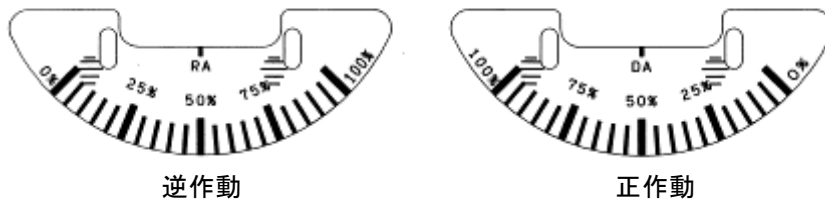

図 24 目盛板
- (1) ポジショナのゼロ・スパン調整実施後に、作動方向に合わせてDA面又はRA面に取り付けて下さい(図24参照)。